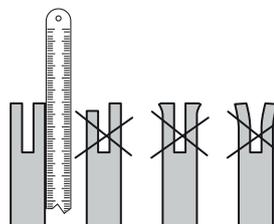

Fig. 49
- > S'assurer l'état d'usure du rail de la barre : Appliquer une règle (droite) sur le côté de la barre de guidage et « côtés latéraux tranchants ». Si aucun espace n'est créé entre la règle et la barre, le « rail » de la barre de guidage est normal. En cas d'espace, cela signifie le « rail » de la barre de guidage est usé et doit être remplacé par un rail neuf du même type (Fig. 49).
- > Tourner la barre de guidage à 180 ° pour régulariser l'usure et prolonger ainsi la durée de vie de la barre (4).
- > Remettre la barre de guidage (4) et la chaîne de la scie (3) en place comme indiqué à « Montage ».